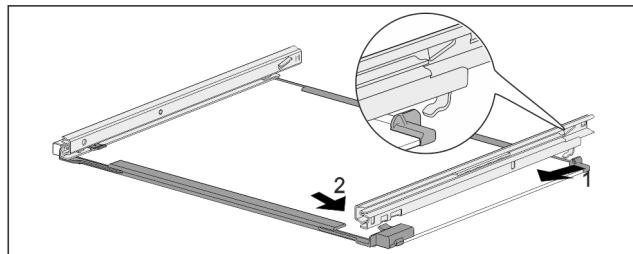

Fig. 174 Стеклянная пластина с направляющими
- ▶ Зацепите направляющую сзади. Fig. 174 (1)
- ▶ Зашелкните направляющую спереди. Fig. 174 (2)